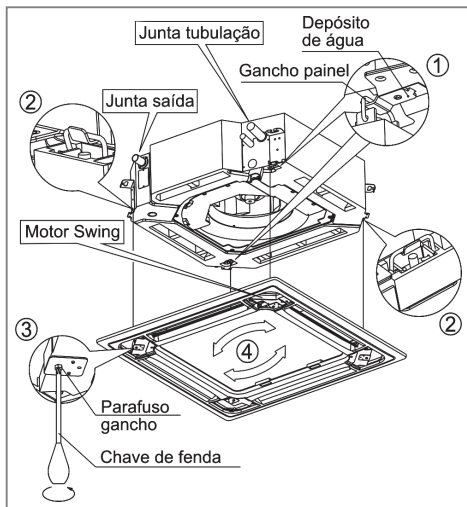

FIG. 25
- c. Encaixe os quatro ganchos do painel de instalação no corpo principal. Ver Fig. 25 - Detalhe 1 e 2.
- d. Ajuste os quatro parafusos gancho do painel para manter o painel horizontal e aperte-os até o teto uniformemente. Ver Fig. 25 - Detalhe 3.
- e. Regule o painel na direção das setas (Fig. 25 - Detalhe 4), levemente de maneira a alinhar o centro do painel com o centro da abertura do teto. Certifique-se que os ganchos dos quatro cantos estão bem fixos.